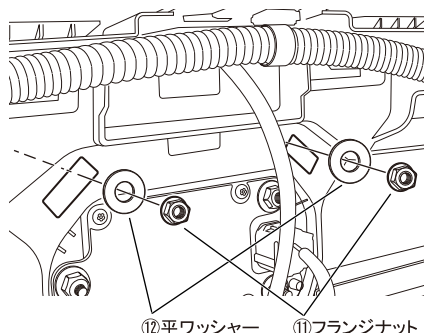

図11 ①フロントグリル裏側ブラケットとフロントバンパーの固定
16. 図11を参照し、⑬トラスタッピングビスを使用し、①フロントグリル裏側のブラケットとフロントバンパーを固定します。
※フロントカメラ無し車は、図11を参照し、⑤カメラカバー裏側の両面テープ貼付け面を洗浄脱脂後、⑥カメラフタの両面テープ離型紙を剥がし、⑤カメラカバーに貼付けます。